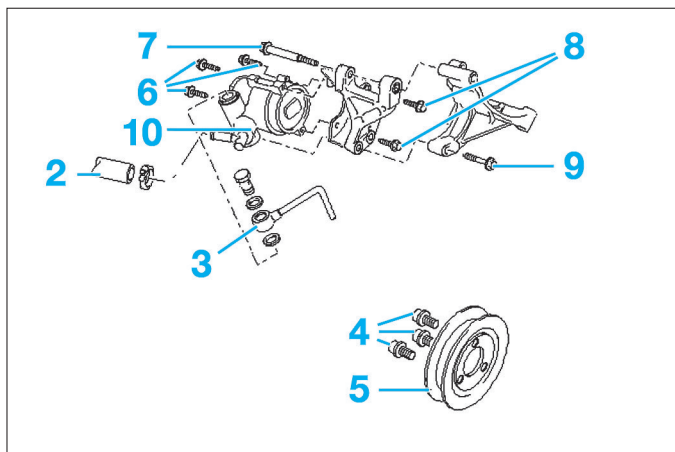

Fig. 26
- Déposer les conduites (2) et (3) (Fig.26).
- Desserrer les vis (4) de fixation de la poulie de la pompe de direction assistée (5).
- Déposer la poulie de la pompe de direction assistée (5).
- Desserrer les vis de fixation (6), (7), (8) et (9) de la pompe de direction assistée (10).
- Déposer la pompe de direction assistée (10).